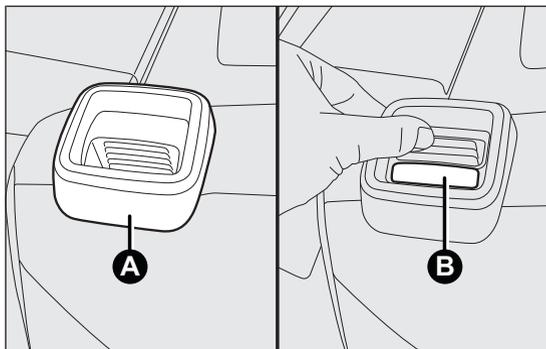

fig. 72
- para versiones con asiento trasero entero*: levantar la palanca A fig. 72 de retención del respaldo y abatirlo hacia adelante, para obtener un compartimento de carga uniforme. El levantamiento de la palanca se confirma con una "banda roja" B fig. 72;